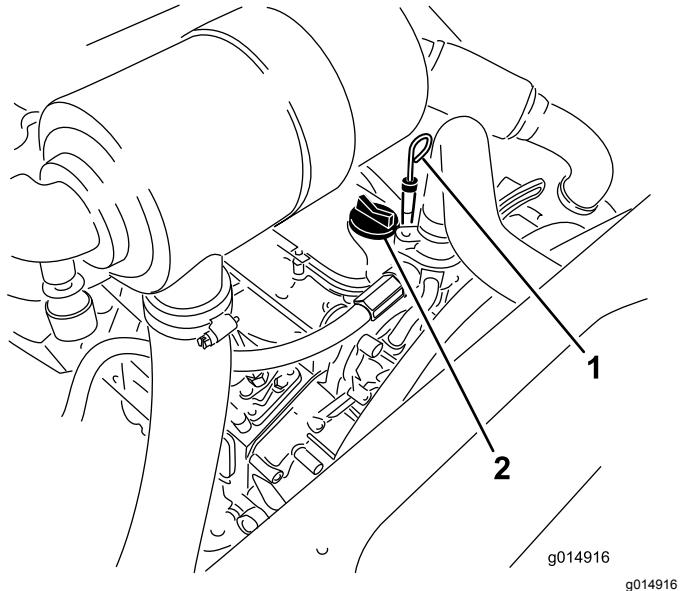

Рисунок 32
3. Извлеките масломерный щуп, тщательно протрите и снова вставьте его (Рисунок 32).
5. Если уровень масла находится ниже отметки Full (Полный), снимите крышку заливной горловины (Рисунок 32) и добавляйте масло, пока его уровень не достигнет отметки Full (Полный) на щупе. **Не допускайте переполнения.**